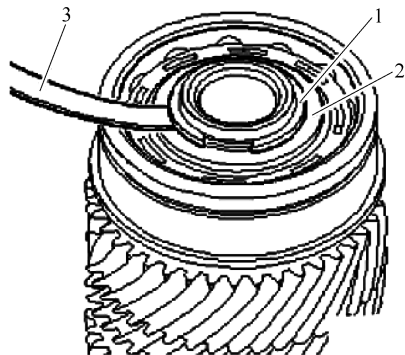

图 8-3-7 拉出离合器壳体中的滚柱轴承
6) 确定输入轴上深沟球轴承卡环的厚度, 如图 8-3-7 所示。
① 将一个厚度为 1.86mm 的卡环 1 安装在输入轴的槽中。
② 用塞尺 3 测量深沟球轴承 2 和卡环 1 之间的间隙。